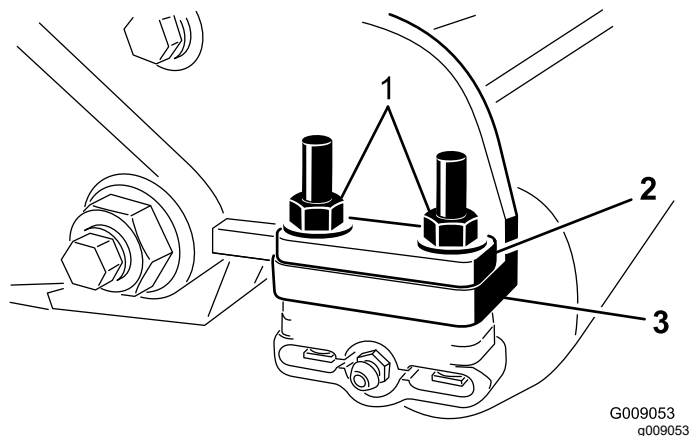

Figure 7
7. Retirez les 2 contre-écrous à embase qui fixent chaque support de rouleur aux plaques latérales (Figure 7).